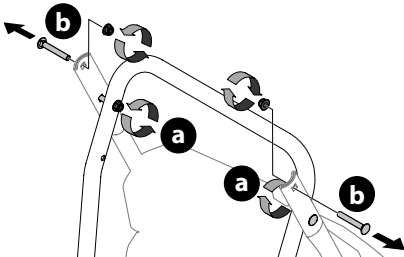

Figure 1
2. Selon le modèle, desserrez les deux écrous supérieurs (a) qui fixent la poignée supérieure et la poignée inférieure, puis retirez les deux boulons de carrosserie (b) de la poignée supérieure. Mettez les pièces de côté. Voir Figure 1.